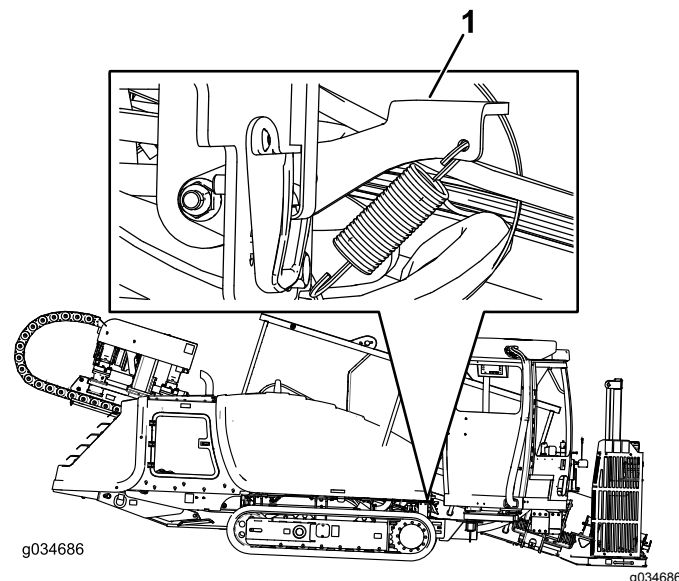
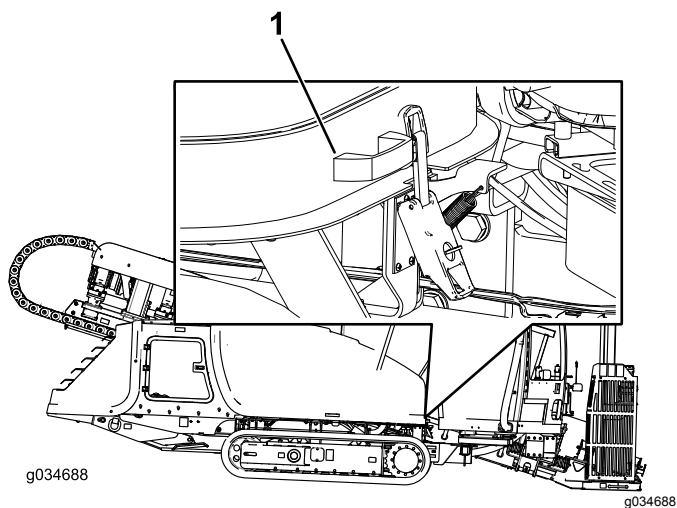

**Bild 70**
**Bild 71**
3. Ziehen Sie den Riegel der Haube nach oben, wie in Bild 70 abgebildet.
4. Heben Sie den Motorhaubenriegel (Bild 70) weiter an und ziehen den Griff an, wie in Bild 71 abgebildet.